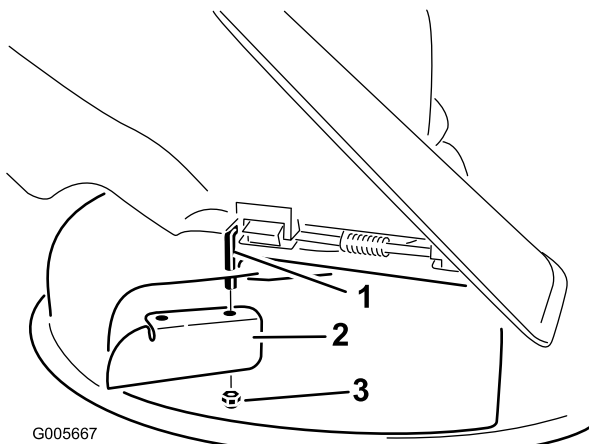

Bild 27
6. Montieren Sie das Versatzablenkblech an der frei liegenden Gelenkstange (Bild 27). Befestigen Sie das Ablenkblech mit der vorhandenen dünnen Mutter (3/8 Zoll) am Mähwerk.